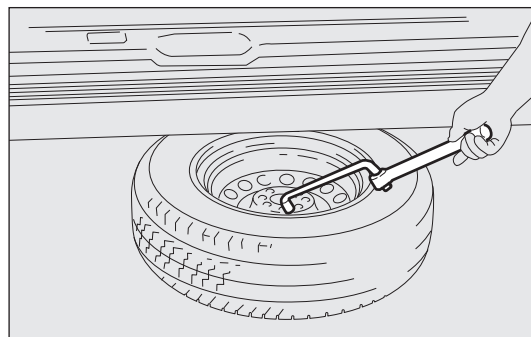

fig. 163
- utiliser la clé de démontage des roues pour entraîner la roue hors du véhicule fig. 163;